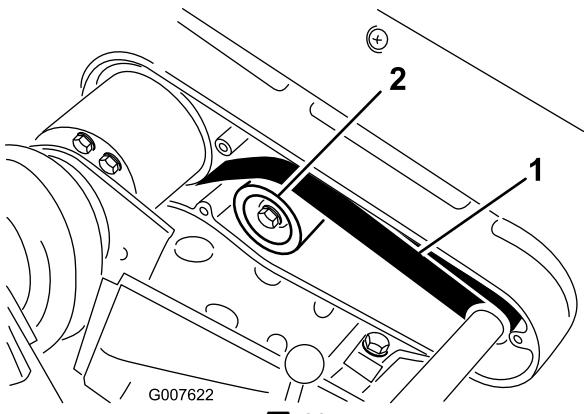

図 38
2. プーリ間の中央部で（図 38）、22-26 N（2.3-2.7 kg）程度の力でベルトを指で押して点検する。ベルトのたわみが 6 mm あれば適正とする。
- A. アイドラブーリ固定ナットをゆるめ、ブーリをベルトの背に押しつけて、適当な張りを出す（図 38）。